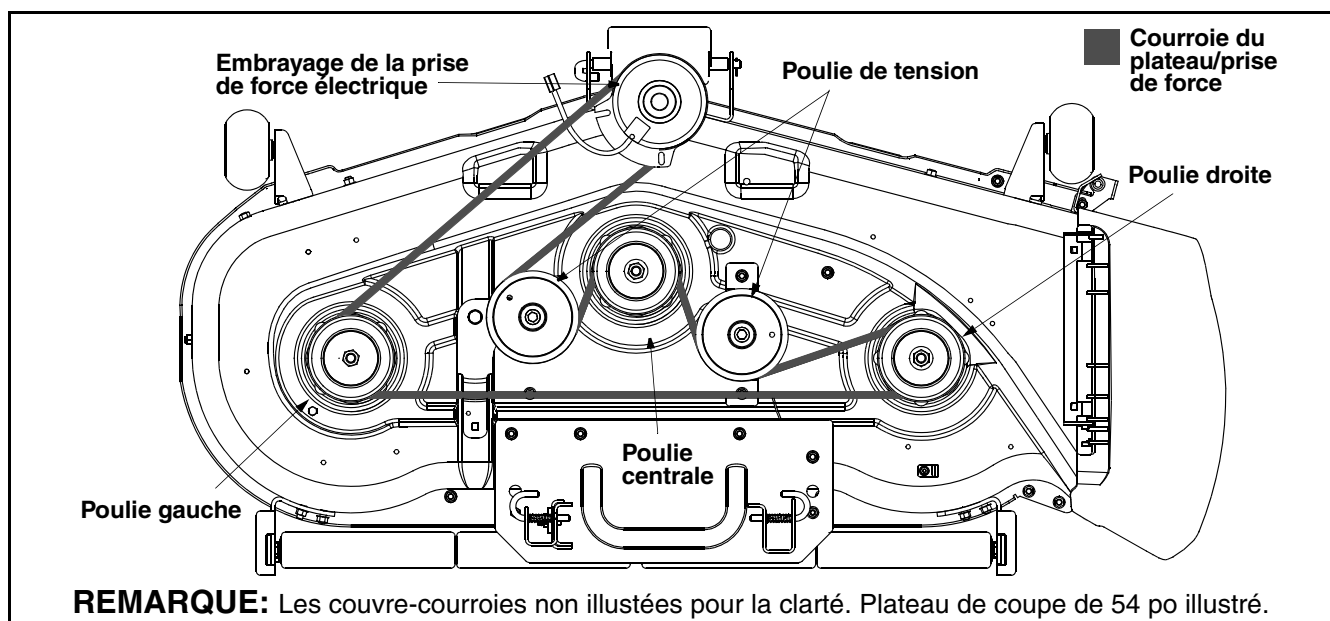

Figure 25
- Installez les courroies neuves. Voir la Figure 25.